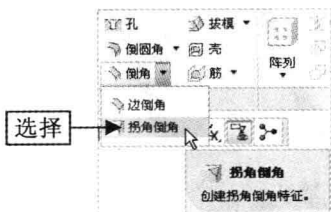

图 6-56 选择“拐角倒角”选项
Step 02 在“功能区”选项板的“模型”选项卡中，单击“工程”面板中“倒角”右侧的下拉按钮，在弹出的下拉列表中选择“拐角倒角”选项，如图 6-56 所示。